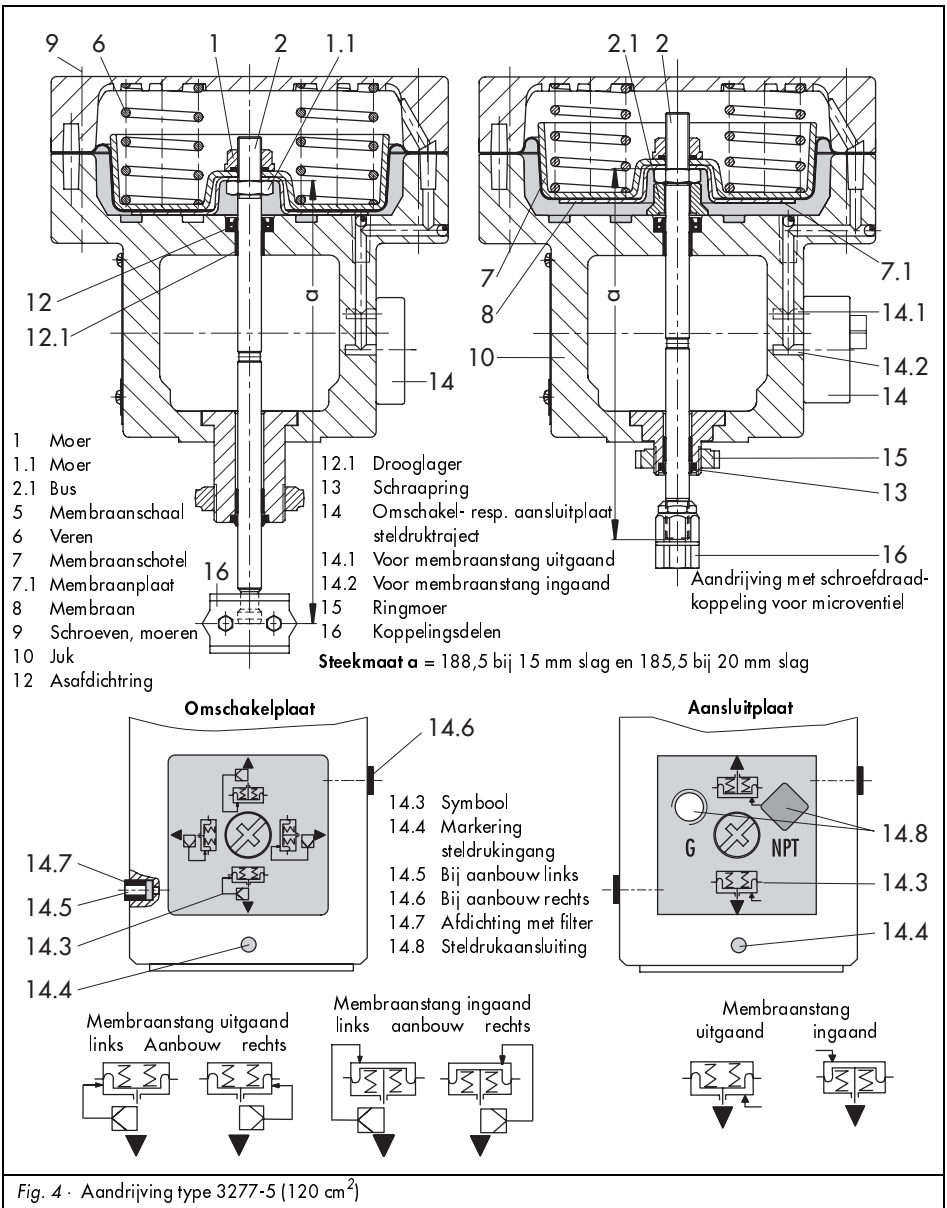

Fig. 4 · Aandrijving type 3277-5 (120 cm²)
Aandrijving type 3277-5 (fig. 4)
- ▶ Door het verdraaien van de omschakelplaat moet het voor de veiligheidspositie juiste symbool (14.3) op de markering (14.4) worden uitgericht, zie fig. 4 linksonder. De aanbouw links of rechts wordt door de werkingsrichting (>) of (<) van de klepstandsteller bepaald.
op de markering (14.4) worden uitgericht, zie daarvoor fig. 4 rechtsonder.